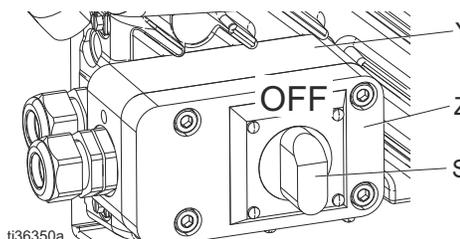

FIG. 2 : Interrupteur marche/arrêt
- Tirer le cordon jusqu'à l'appareil et déposer les quatre vis de façon à pouvoir séparer le couvercle (Z) du boîtier de raccordement avec interrupteur d'alimentation (S) du boîtier de raccordement. Voir FIG. 2.